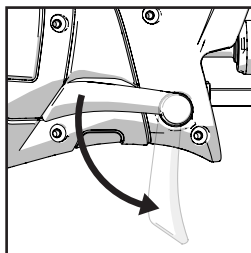

Fig. 4
- Rilasciare la leva di blocco della piastra di appoggio. **(Fig. 4)**